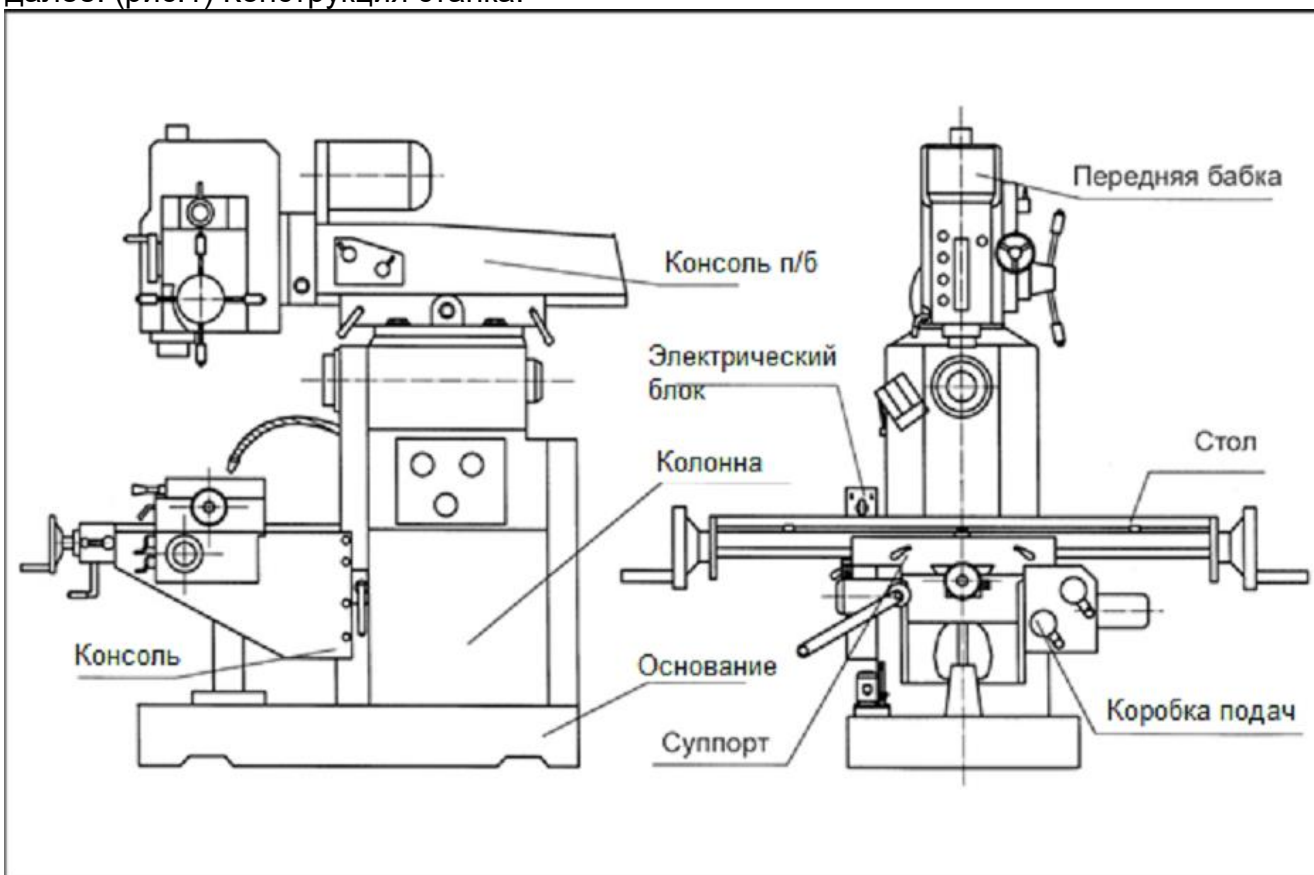

Рис.1
Внимание: Не обрабатывайте легковоспламеняющиеся и взрывоопасные металлы, например, чистый алюминий, магний и т.д. Станок состоит из станины, консоли рабочего стола, основной трансмиссии, коробки подачи, ползуна, системы охлаждающей жидкости, электрического оборудования и так далее. (рис.1) Конструкция станка:
6.15. Подъемная стола (рис. 1 JMD-26X2 DRO) Механизм автоматического подъема-опускания расположен с левой стороны консоли стола и позволяет осуществлять автоматическую вертикальную подачу стола.